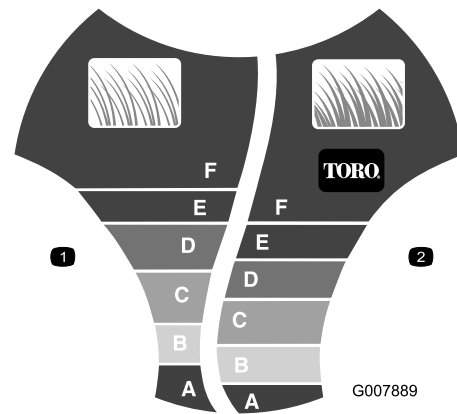

Figura 16
La SmartWheel® (Rueda Inteligente) tiene dos escalas de corte – Escaso/Normal y Abundante – para asegurar el ajuste óptimo de altura de corte en cualquier condición de siega (Figura 16).
Nota: La Smart Wheel calcula el ajuste adecuado para asegurar que usted no corte más de un tercio de la hoja de hierba (Figura 16).
2. Desplace el cortacésped a la hierba; deje de empujar el cortacésped cuando el dibujo Smart Wheel esté en posición vertical (Figura 16).